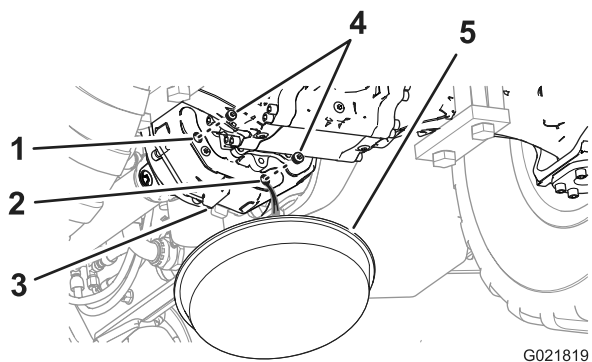

Рисунок 71
- Поместите сливной поддон под заднюю часть картера трансмиссии (Рисунок 71).
- Отверните пробки сливного и смотрового отверстий картера трансмиссии (Рисунок 71).